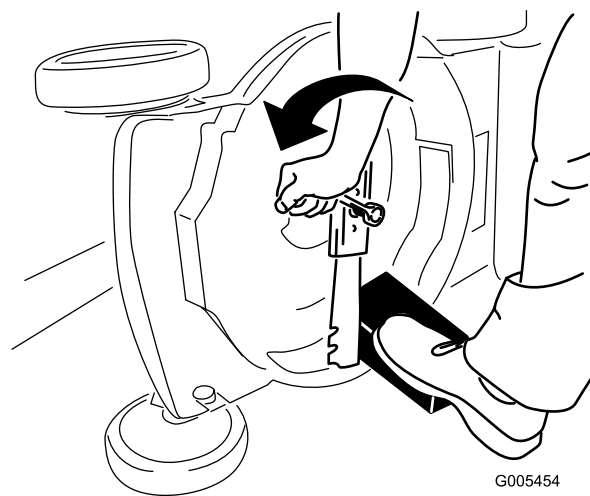

Figura 34
3. Utilice un bloque de madera para inmovilizar la cuchilla (Figura 34).
4. Retire la cuchilla, conservando todos los herrajes de montaje (Figura 34).